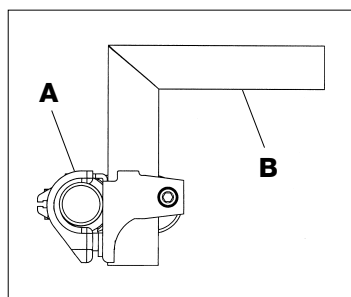

fig. 1
2. Nella stessa posizione, installare il morsetto "A" e la staffa "B" come indicato in fig. 1.